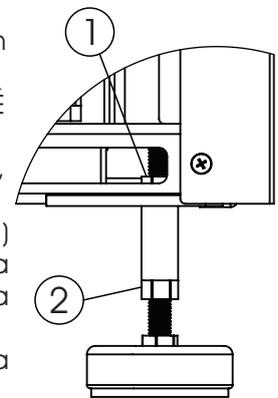

Fig. 1
Após o posicionamento no local, realize o nivelamento por meio das sapatas (fig. 1) localizadas na parte inferior da autoclave, utilize um medidor de nível na base plana sobre as sapatas. Solte as porcas (1) e (2) com uma chave 19 mm, regule a altura da sapata e finalize apertando as porcas, repita o processo nas demais sapatas.
Gire a chave de liga e desliga para a posição "ON" para ligar a autoclave (Fig. 1). Toque qualquer ponto da tela inicial (com o logo Cristófoli) para fazer o login.